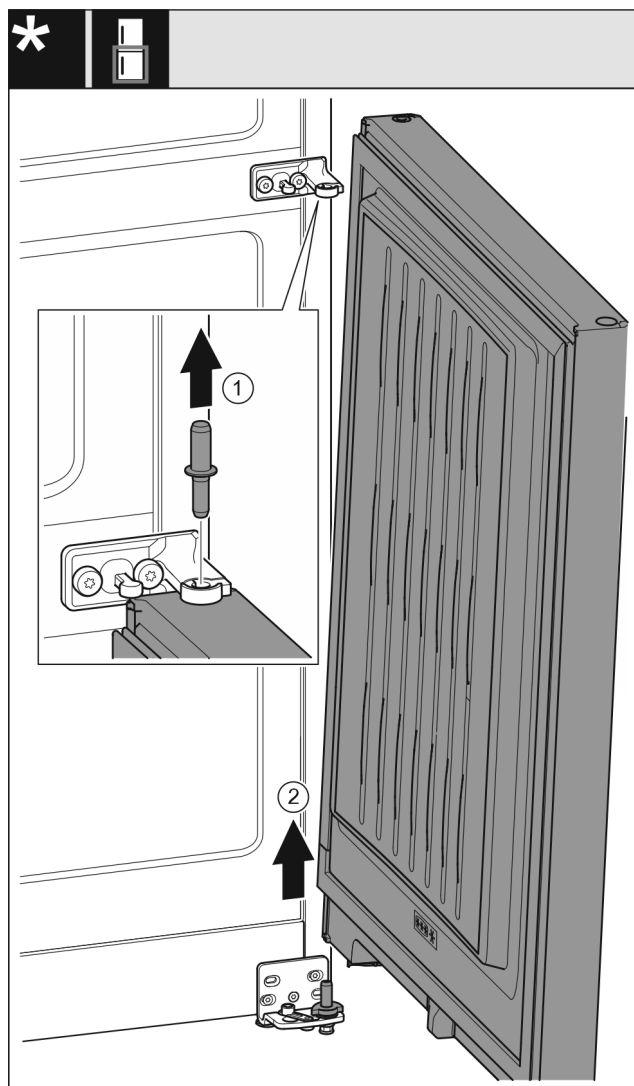

Fig. 10 Bez tlumiče zavírání
- Čep Fig. 10 (1) vytáhněte nahoru.
- Dveře Fig. 10 (2) kýváním vysadíte a odložíte stranou.